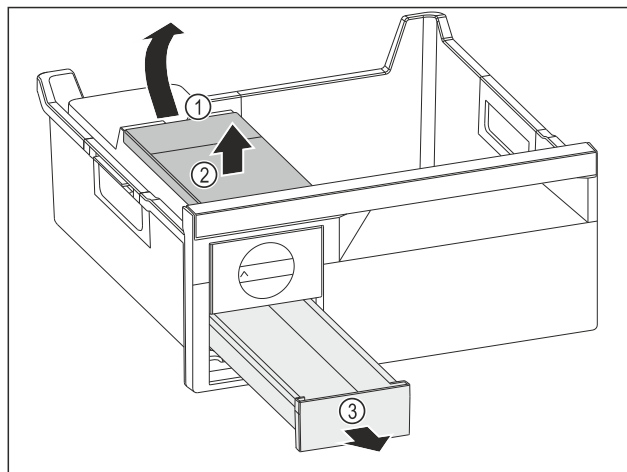

Fig. 104
- Odobratie nádržky na vodu: Nádržku na vodu nadvihnite za vybranie Fig. 104 (1).
- Nádržku na vodu Fig. 104 (2) odoberte smerom nahor.
- Zásuvku na kocky ľadu Fig. 104 (3) odoberte smerom nahor.